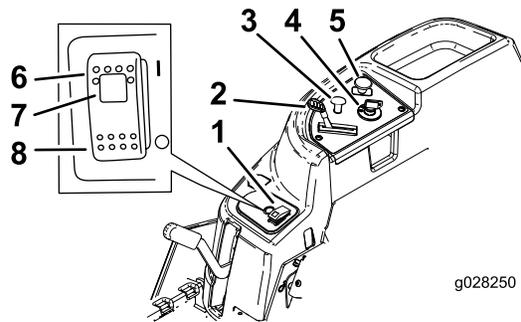
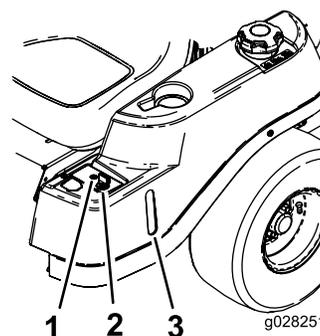

Figure 5
Figure 6
Avant de mettre le moteur en marche et d'utiliser la machine, familiarisez-vous avec toutes les commandes; voir Figure 5 et Figure 6.
Le commutateur d'allumage a trois positions : ARRÊT, CONTACT et DÉMARRAGE. La clé tourne jusqu'à la position DÉMARRAGE et revient automatiquement en position CONTACT lorsqu'elle est relâchée. Tournez la clé à la position ARRÊT pour couper le moteur. Enlevez toujours la clé de contact avant de quitter la machine pour éviter tout démarrage accidentel (Figure 5).
Utilisez le starter pour démarrer quand le moteur est froid. Tirez sur le bouton de starter pour l'engager. Poussez sur le bouton du starter pour le désengager (Figure 5).
La commande d'accélérateur peut être réglée entre les positions HAUT RÉGIME et BAS RÉGIME. Déplacez la commande d'accélérateur en avant pour augmenter le régime moteur et en arrière pour le réduire (Figure 5).
La commande des lames (PDF) engage et désengage les lames du tablier de coupe (Figure 5).
Vous pouvez utiliser le regard, situé sur le côté gauche de la machine pour vérifier le niveau d'essence dans le réservoir (Figure 6).
Cette commande vous permet de tondre en marche arrière quand elle est activée. Pour l'activer, tournez la commande en position ACTIVÉE et relâchez-la lorsque la PDF est engagée. Pour la désactiver, désengagez la prise de force (PDF) (Figure 6).
- Appuyez sur la commande SmartPark™ pour la mettre à la position ACTIVÉE (Figure 5).